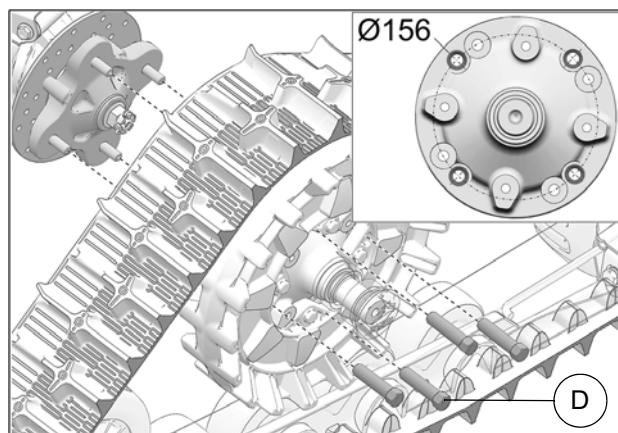

Fig. 17
8. Fixer le système de traction au moyeu de roue arrière. Utiliser le cercle de perçage de $\varnothing 156$ mm et les écrous de roue M12 (**D**) fournis. Voir la Fig. 17